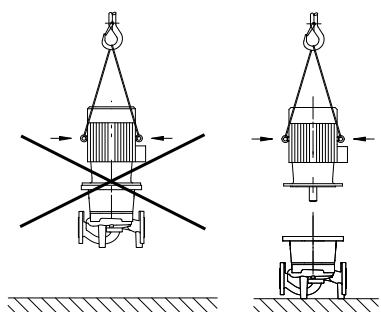

Fig. 20: Transport van de motor
- Gebruik de hijsogen aan de motor alleen voor het dragen van de motorlast en niet voor het dragen van de totale pomp (Fig. 20).